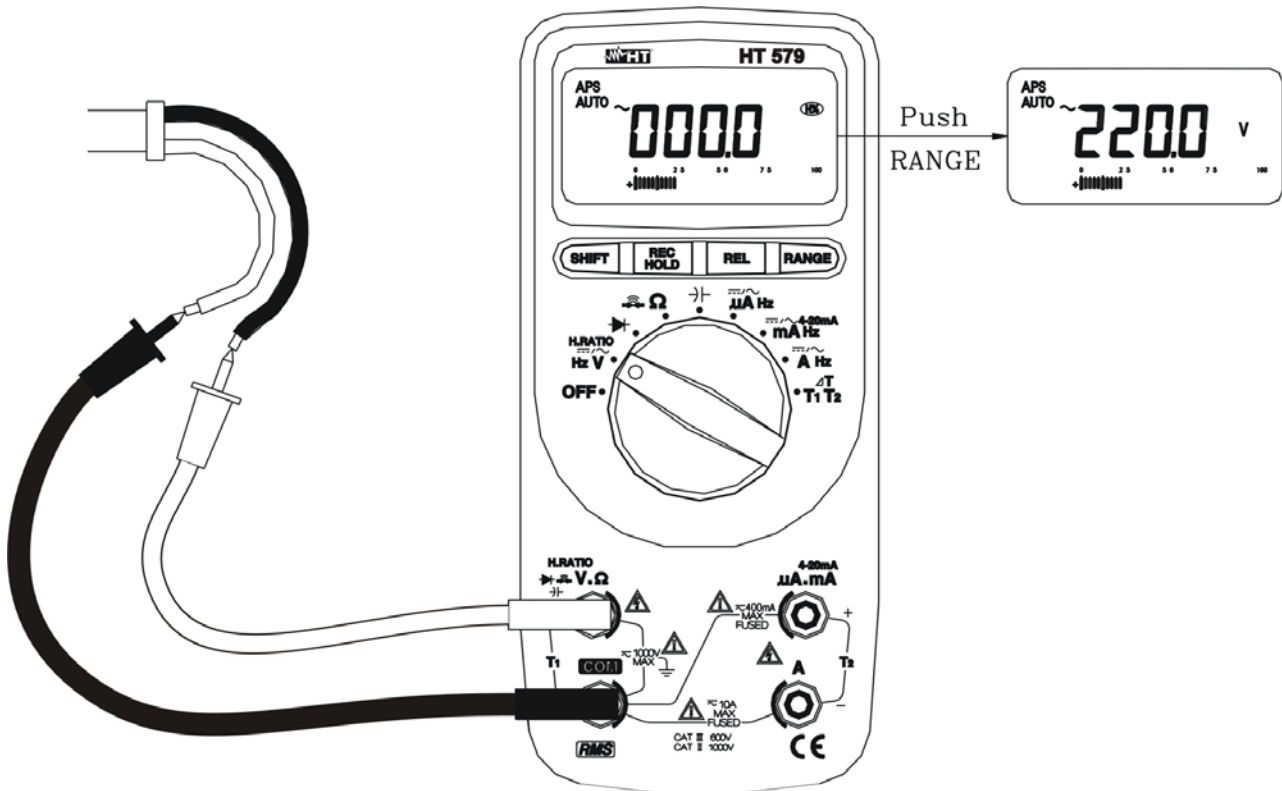

Abb. 9: Messbereich der Gesamtharmonischen (THD%) in Prozent
3. Verbinden Sie die schwarze Messleitung mit der **COM** Buchse und die rote Messleitung mit der  Buchse (Abb. 9).